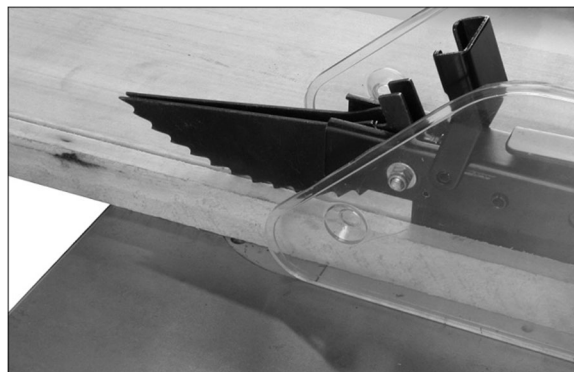

Figure 9-1
- Au fur et à mesure que la machine est utilisée, il faudrait vérifier régulièrement le fonctionnement des linguets antirecul (Figure 9-1). Si les linguets n'arrêtent pas le mouvement de recul d'une pièce, aiguisiez à nouveau tous les points.